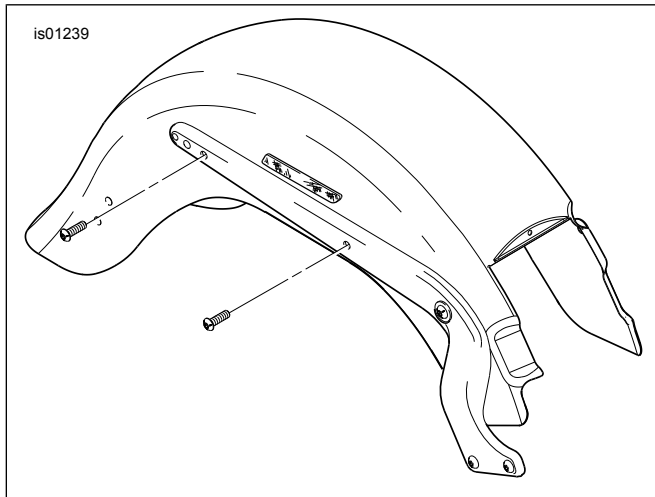
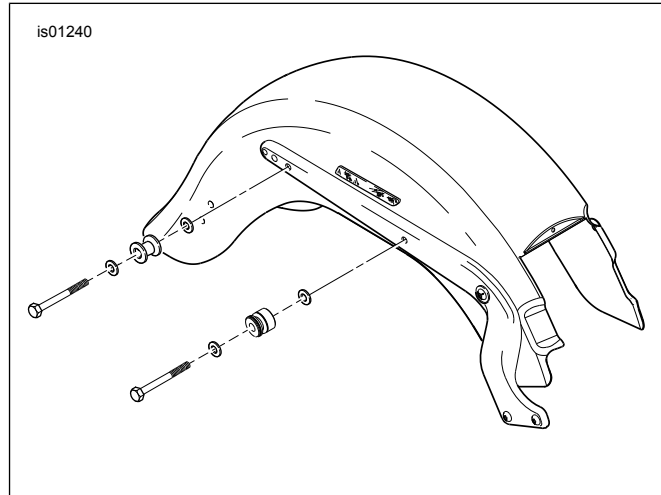

Figure 4. Enlever et jeter les vis de série
Figure 5. Retirer et conserver la visserie d'ancrage
1. Voir la Figure 4. Retirer et jeter les deux vis d'attache de garde-boue de série montrées, d'un côté du garde-boue.
1. **Si la visserie d'ancrage N'AVAIT PAS été installée précédemment** : Voir la Figure 4. Retirer et jeter les deux vis d'attache de garde-boue de série montrées, d'un côté du garde-boue. **Si la visserie d'ancrage AVAIT été installée précédemment** : Voir la Figure 5. Retirer et conserver les vis d'attache de garde-boue et la visserie d'ancrage montrées, d'un côté du garde-boue. Bien noter la position (avant ou arrière), l'orientation et la séquence de la visserie d'ancrage.